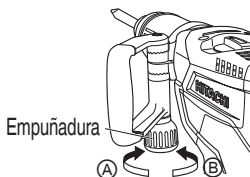

Fig. 6
- (1) Afloje el asa girando la empuñadura en el sentido de (A), como se muestra en la Fig. 6.